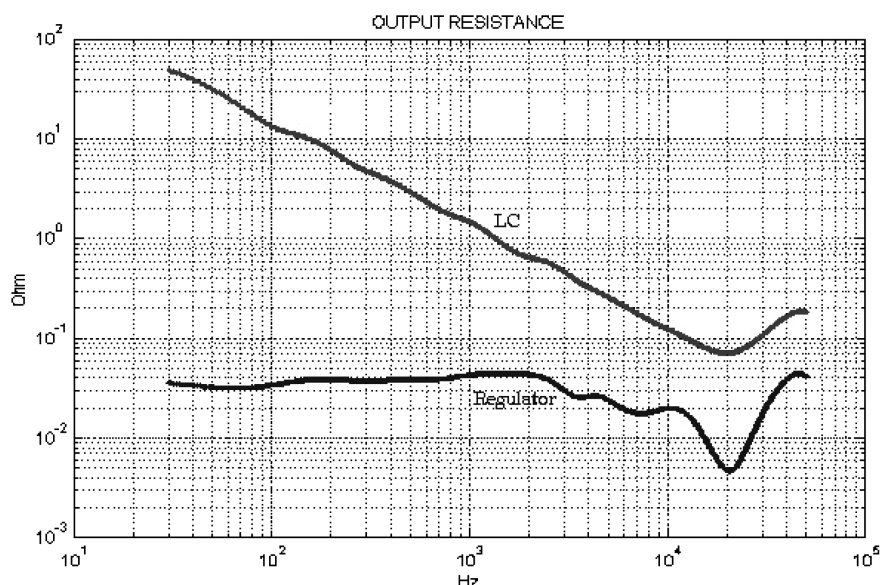

Рис. 3
1. Выходное сопротивление. Измерения проводились следующим образом: устанавливалось значение переменного тока, текущего через источник в 24,5 мА (на первой гармонике), к точкам G и A подключался селективный вольтметр и измерялась переменная составляющая напряжения. Измерения проводились в диапазоне частот 30 Гц ... 50 кГц (всего было получено 17 точек). По закону Ома вычислялось сопротивление. Результаты измерений показаны на рис. 3.